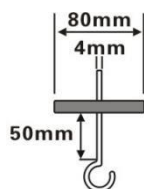
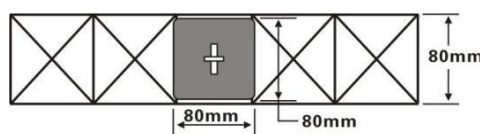
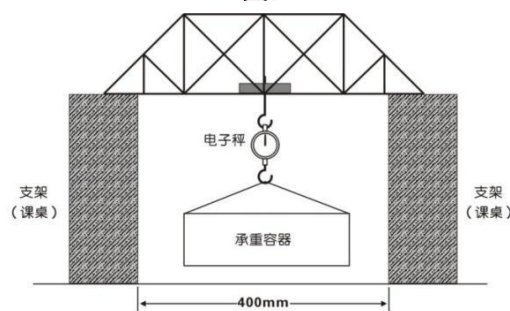

图1
图2
图3
1. 桥梁设计富有创意、造型美观、比例协调、整体结构完整； 2. 桥梁的长度不小于 550 克 (mm)、高度不高于 110 毫米 (mm)、宽度不宽于 110 毫米 (mm)、全桥的质量 (含所有电子元器件) 不大于 500 克 (g)，须能使 80mm× 80mm 的承重台 (图 1) 平稳放置其中心处 (公差±5mm；(图 2)；无法放置者，竞赛成绩计为零。承重测试距离：400mm。(图 3) 。桥梁的最小承重为 2000 克，3 秒时间内，桥梁未发生严重型变，并显示绿灯，表示可以同行，视为承重成功，计算成绩；不足 3 秒桥梁即发生严重型变甚至断裂的，视为承重失败，不计算成绩；每次增加 1000 克，3 秒时间内，桥梁未发生严重型变，并显示绿灯，视为承重成功，计算成绩；不足 3 秒桥梁即发生严重型变甚至断裂的，视为承重失败；当总重量达到 5000 克时，3 秒时间内，桥梁未发生严重型变，并绿灯转换为黄灯，表示同行危险， 视为承重成功，计算成绩；不足 3 秒桥梁即发生严重型变甚至断裂的， 视为承重失败，不计算成绩；最后再加上 100 克，3 秒时间内，桥梁未发生严重型变，并黄灯转换为红灯，表示此桥已经承重超载，不允许同行，视为承重成功，计算成绩；不足 3 秒
2. 桥梁的长度不小于 550 毫米 (mm)、高度不高于 110 毫米 (mm)、宽度不宽于 110 毫米 (mm)、全桥的质量 (含所有电子元器件) 不大于 500 克 (g)，须能使 80mm× 80mm 的承重台 (图 1) 平稳放置其中心处 (公差±5mm；(图 2)；无法放置者，竞赛成绩计为零。承重测试距离：400mm。(图 3)。桥梁的最小承重为 2000 克，3 秒时间内，桥梁未发
2. 桥梁的长度不小于 550 毫米（mm）、高度不高于 110 毫米（mm）、宽度不宽于 110 毫米（mm）、全桥的质量（含所有电子元器件）不大于 500 克（g），须能使 80mm×80mm 的承重台（图 1）平稳放置其中心处（公差±5mm；（图 2）；无法放置者，竞赛成绩计为零。承重测试距离：400mm。（图 3）。桥梁的最小承重为 2000 克，3 秒时间内，桥梁未发生